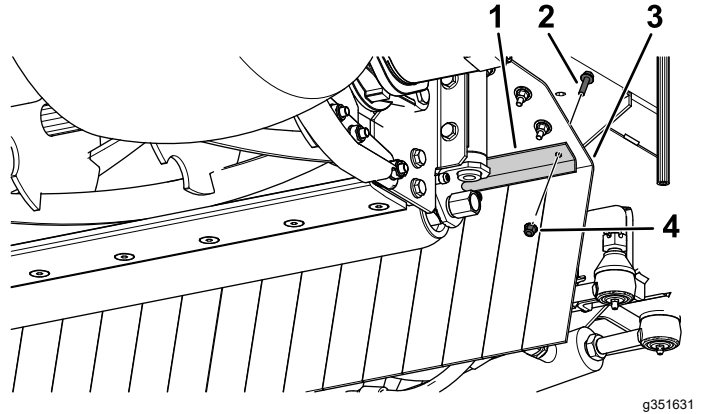

Figura 9
2. Fije la correa del deflector al deflector ancho con los 2 pernos con arandela prensada (6 x 25 mm) y las 2 contratuerzas (6 mm), tal y como se muestra en la Figura 9.